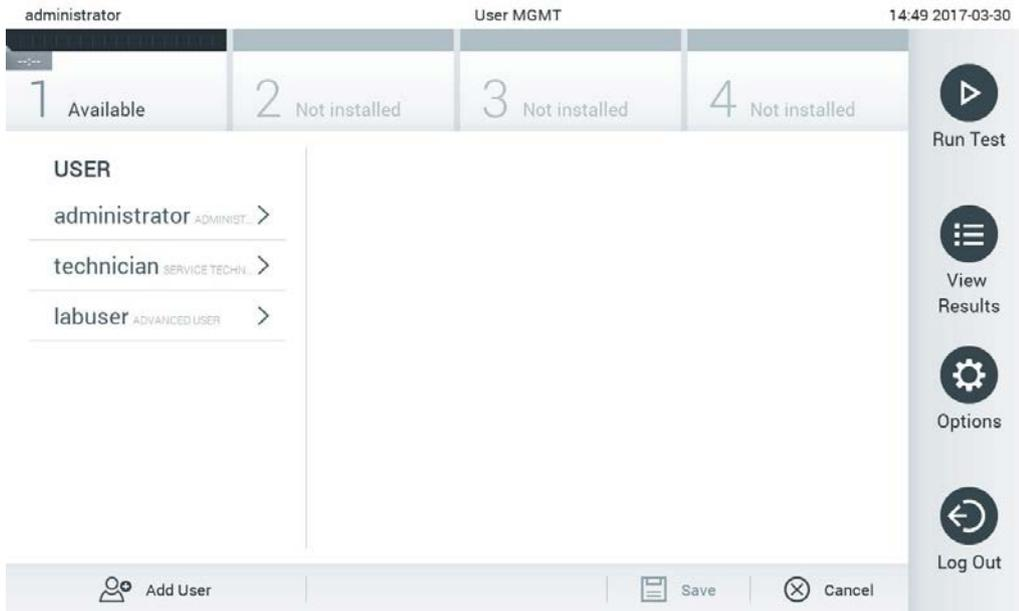

Figure 58. Écran User Management (Gestion des utilisateurs).
1. Appuyez sur le bouton Options (Options) puis sur le bouton User Management (Gestion des utilisateurs) pour configurer les utilisateurs. L'écran User Management (Gestion des utilisateurs) s'ouvre dans la zone de contenu de l'affichage (figure 58).